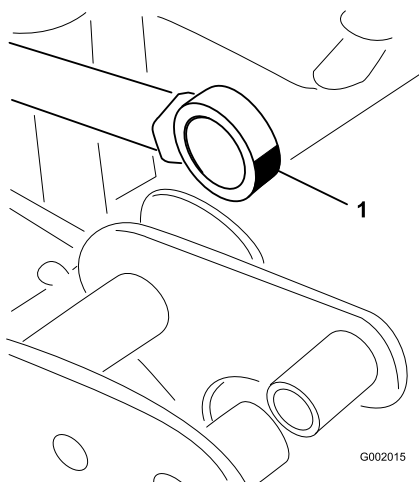

Figure 44
5. Manipulez le côté roulement de la tige d'actionneur et appliquez de la graisse dans le roulement (Figure 44).